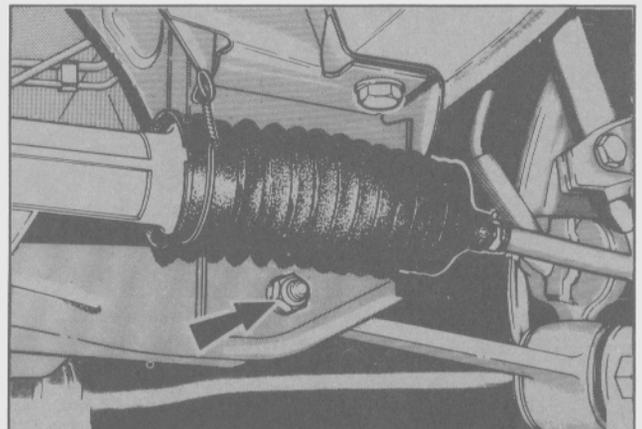

Fig. 15. Tornillo pivote del brazo inferior
- Ubicar el brazo inferior al travesaño y asegurarlo con el tornillo pivote y la tuerca autofrenante. No ajustar la tuerca (Fig. 15).